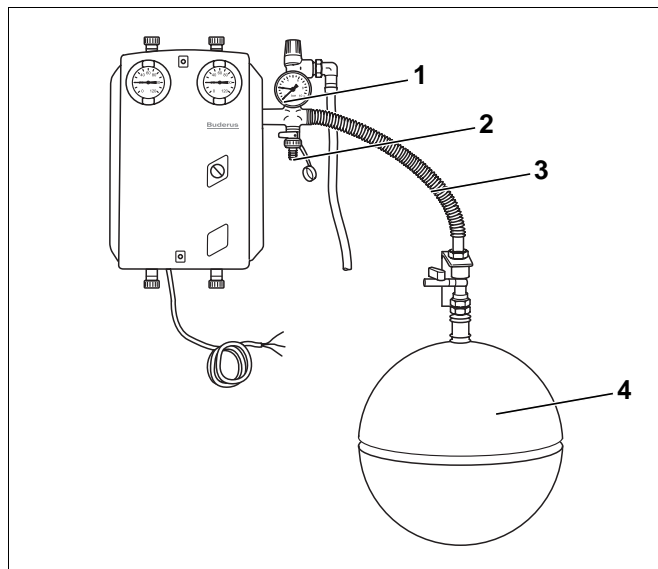

Abb. 8 Montage des Ausdehnungsgefäßes
Ein Ausdehnungsgefäß (Abb. 8, **Pos. 4**) kann über die **Buderus**-Niederlassung bezogen werden (Zusatzausstattung). Informationen zur Größenbestimmung des Ausdehnungsgefäßes sind im Katalog Heiztechnik und in der Planungsunterlage Sonnenkollektor-Anlagen zu finden.
Der Anschluss des Ausdehnungsgefäßes muss im Rücklauf an der Sicherheitsgruppe der Kompletstation erfolgen (Abb. 8, Pos. 1).
- Kappe G $\frac{3}{4}$ (Abb. 8, **Pos. 2**) vom Ausdehnungsgefäß-Anschluss an der Sicherheitsgruppe abschrauben.
- Die Verbindung des Ausdehnungsgefäßes mit der Kompletstation kann mit dem bei **Buderus** erhältlichen Ausdehnungs-Anschluss-Set (AAS/Solar) erfolgen. Die Rohrverbindung zwischen dem Ausdehnungsgefäß und der Sicherheitsgruppe erfolgt dabei über den beigegefügte Wellenschlauch (Abb. 8, **Pos. 3**).